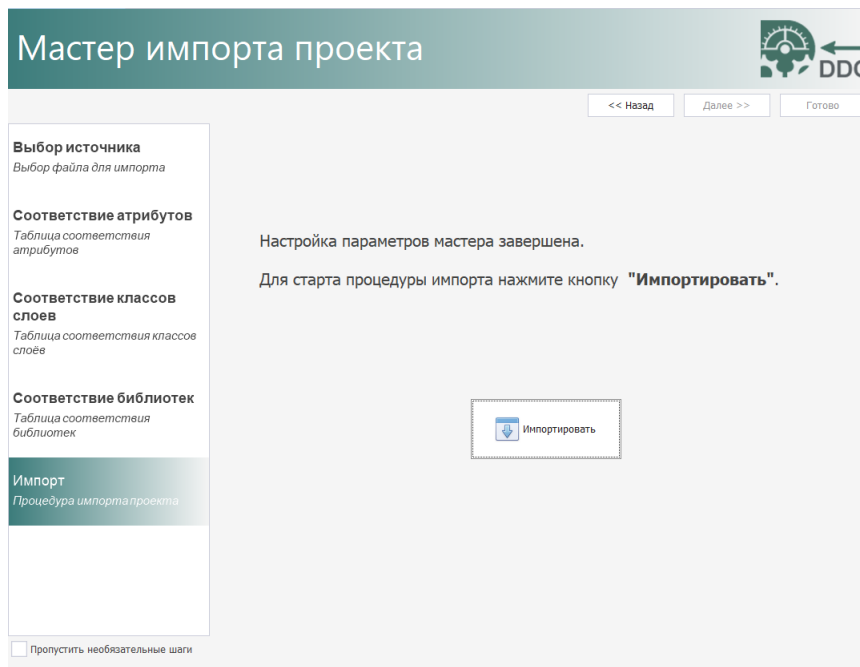

Рис. 61 Запуск процедуры импорта
12. Для старта процедуры импорта нажмите «Импортировать» на следующем шаге, Рис. 61.